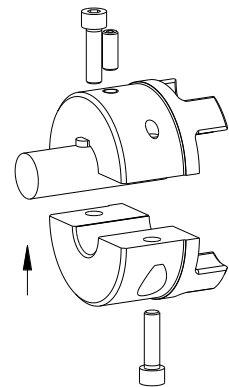

Fig. 9
- Positionner sous l'arbre la demi-coquille inférieure du premier moyeu SPLIT par rapport à la demi-coquille supérieure (voir fig. 9). Insérer les vis sur quelques tours.